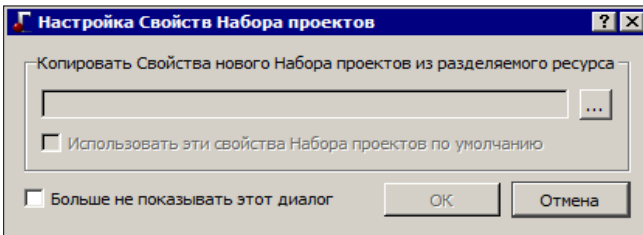
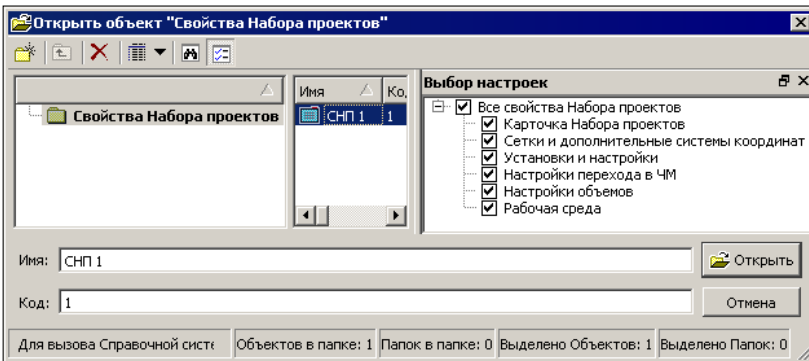

Рис. 3.1
Рис. 3.2
Сразу после вызова команды открывается диалог **Настройка Свойств Набора проектов** (рис. 3.1).
С помощью кнопки **Выбор**  (рис. 3.1) открываем нужный файл, а при необходимости отмечаем флажками группы СНП (рис. 3.2).
Если вами будут использоваться свойства набора проектов по умолчанию, то диалог (рис. 3.1) можно закрыть или нажать кнопку **Отмена**.
Если установить флажок для параметра **Больше не показывать этот диалог** (рис. 3.1), то выбор свойств при следующих открытиях набора проектов станет невозможен.
**На заметку** *Если в диалоге настройки (рис. 3.1) после выбора сохраненных ранее СНП установить флажок для параметра **Использовать эти свойства Набора проектов по умолчанию**, то при следующем открытии НП требуемые свойства будут уже выбраны.*